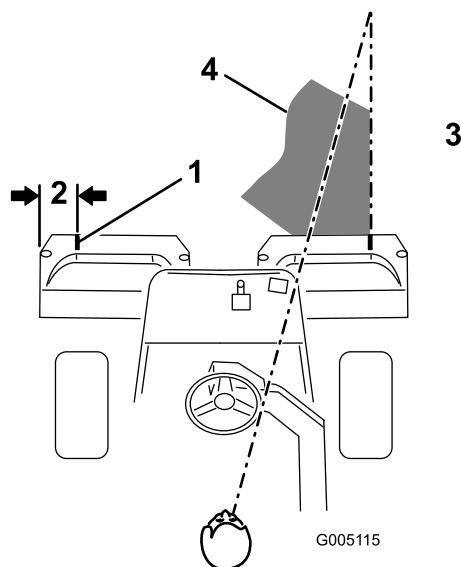

Figure 10
2. Placez une bande de papier blanc ou un trait de peinture sur chaque bac parallèlement à son bord extérieur (Figure 10).